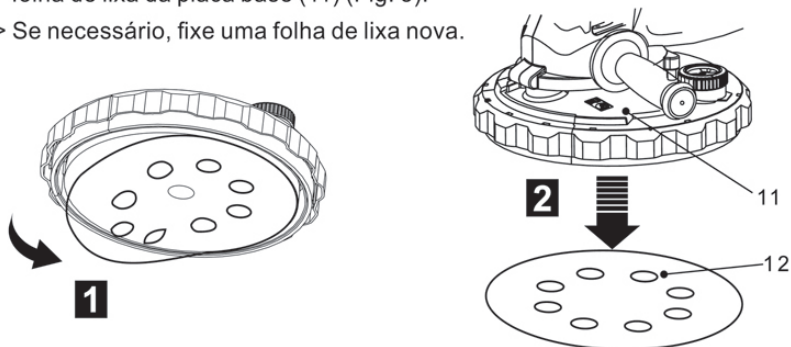

Fig.3
- > Segure a extremidade da folha de lixa (12) e puxe-a para fora para retirar a folha de lixa da placa base (11) (Fig. 3).